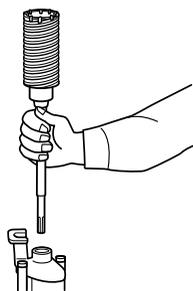

図 13
- (2) ドリルビット、およびブルポイントの取付けと同様にコアビットシャंकを本機につけます。(図 13)